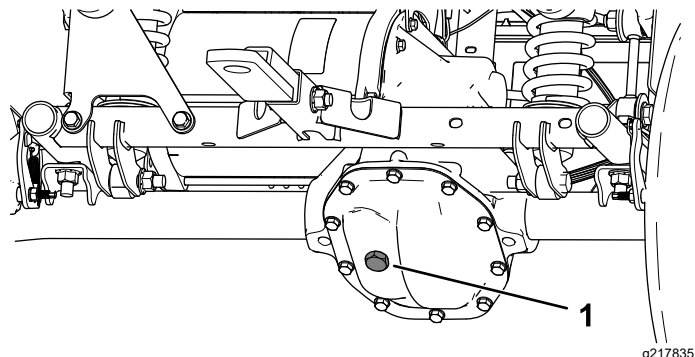

图 50
4. 卸下驱动桥上的加注塞图 50。
5. 如果液位过低应卸下加注塞添加指定液体直至其溢出加注孔图 50。
4. 取下驱动桥上的加注塞并向驱动桥加注指定液体直至溢出加注孔图 50。